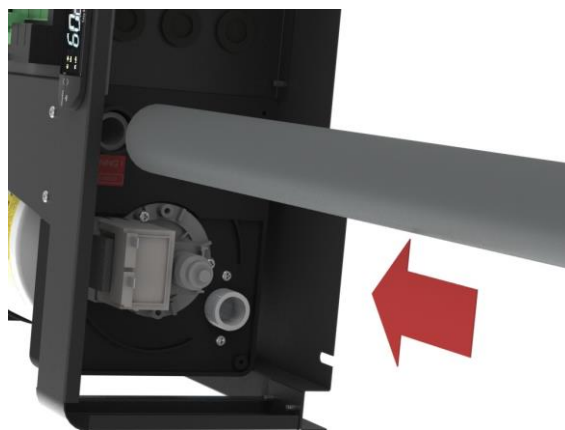

Fig. 7
5. Connecter le tube d'évacuation d'eau au manchon de 32mm de diamètre (fig. 7).